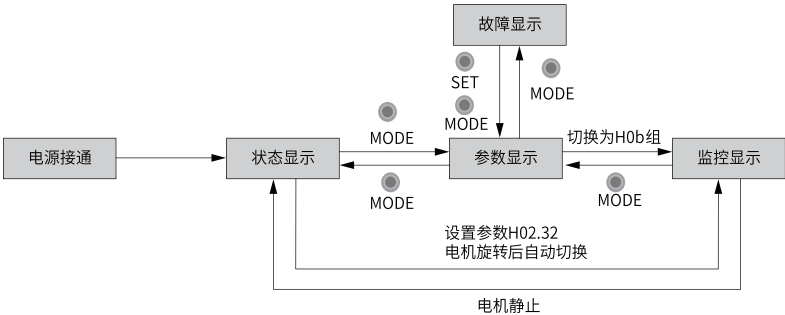

图2-2 面板各类型显示切换方法示意图
- 按“MODE”键可在不同显示模式之间切换，切换条件如第14页“图2-2”所示。